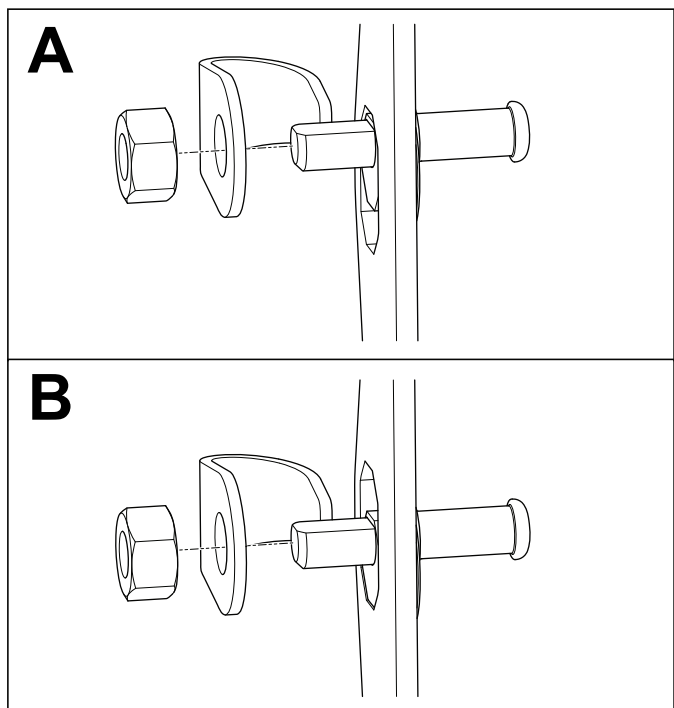

Bild 10
1. Zentrieren Sie den Arretierbolzen in der Befestigungshalterung für den Arretierbolzen auf der Schiene (Bild 10).